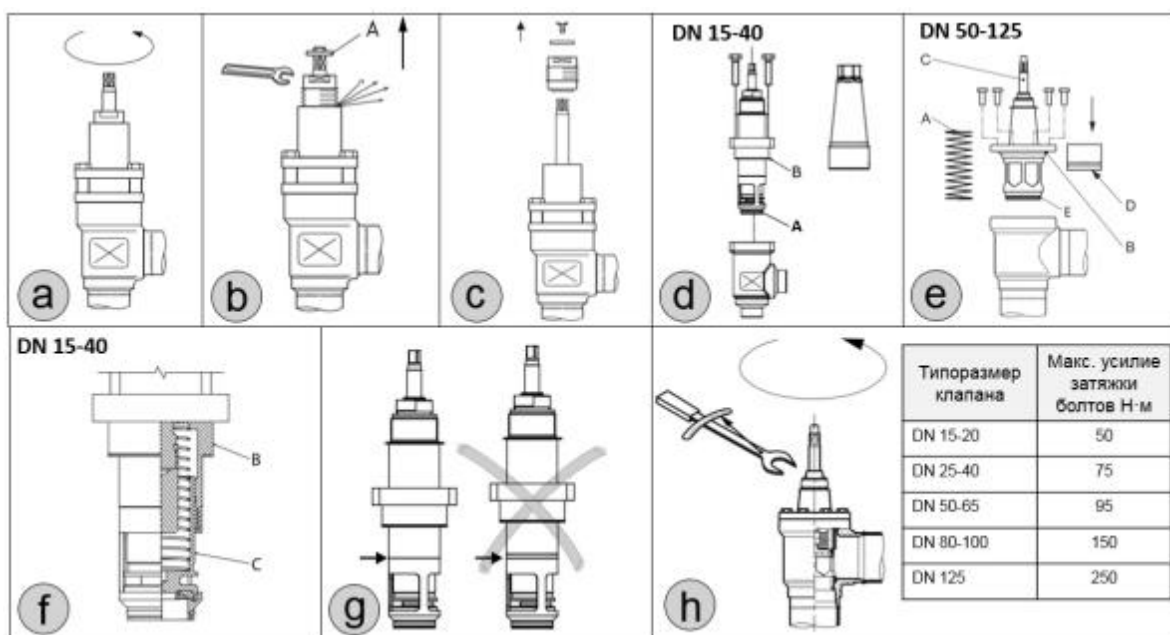

Рис. 5 Техническое обслуживание
- После сброса давления можно снять сальник (рис. 5с).